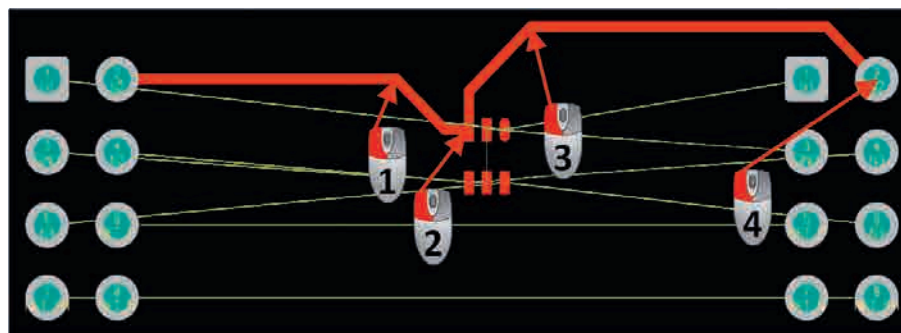

Рис. 2. Пример прокладки проводника
- Проложить проводник серией щелчков ЛКМ в его узловых точках (см. рис. 2).